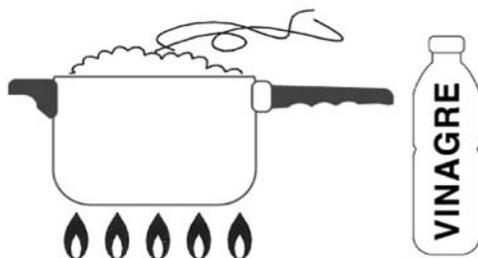

FIG.7b
1. Dependiendo de los alimentos y condimentos utilizados para cocinar, así como del contenido mineral del agua usada en la cocción, podrían aparecer manchas e incluso llegar a oscurecerse el fondo de la olla. Esto no afectará a sus alimentos ni al funcionamiento de la olla a presión. Para su limpieza puede hervir en la olla durante 10 minutos una solución de agua y una cuarta parte de vinagre o jugo de limón y luego proceder a la limpieza con un jabón neutro y un estropajo, aclarando con abundante agua. (FIG. 7b y 7c)